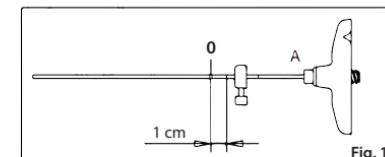

Fig. 1
- FIG. 1** Ajuste o medidor de profundidade no Enchimento (A) de acordo com o marcador de centímetros adequado e aperte para obter uma orientação visual.
Nota: O marcador de centímetros selecionado (consulte a Fig. 1) irá representar a saliência do Enchimento (A) em relação à Cânula de Corte correspondente (Introdutor Transpedicular Preston).